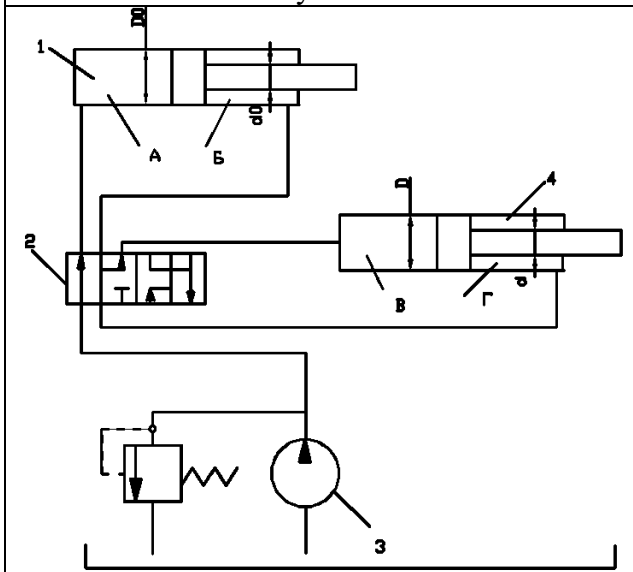

Рисунок 17
17. В объемном гидроприводе (рис. 17) используются гидроцилиндры 1 и 4 с манжетным уплотнением поршня и штока и расчетными диаметрами  $D_0 = 140$  мм,  $d_0 = 60$  мм,  $D = 100$  мм,  $d = 40$  мм. Насос 3 создает давление  $p_n = 10$  МПа. Пренебрегая утечкой масла в гидроаппаратуре, определить подачу  $Q_n$ , развиваемую насосом 3, и потребляемую им мощ-